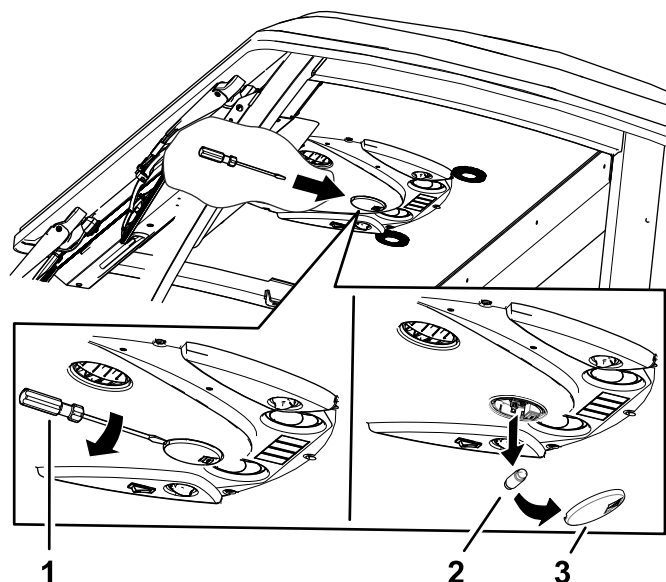

Figura 85
2. Rimuovete la lampadina dalla base della luce (Figura 85).
1. Rimuovete il vetro della luce dal quadro di comando con un cacciavite (Figura 85).